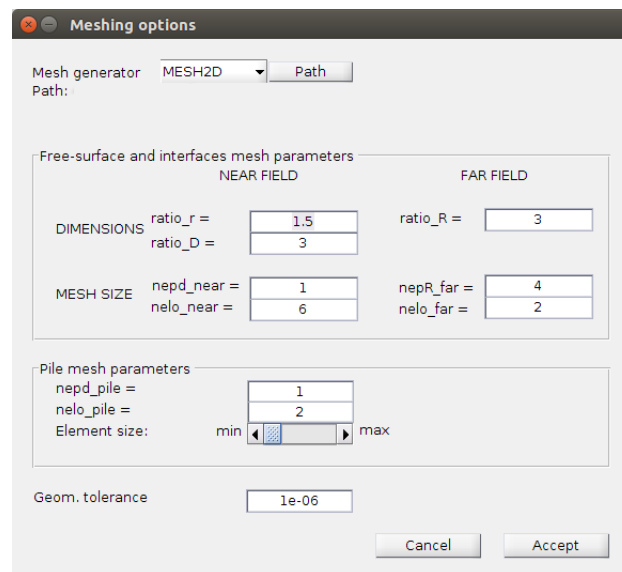

Figura 4.6: Interfaz para definir las opciones de mallado.
- Clique en "Options". Emergerá una ventana como la que se muestra en la figura 4.6.